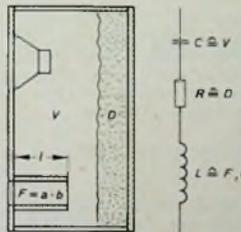

Bild 17. Baßreflexbox mit dem dazugehörigen Ersatzschaltbild
Diese Gehäuseform (Bild 17) ist häufig anzutreffen. Sie besteht aus einem Kasten mit den Innenmaßen A , B und C , an dessen Vorderseite der Tieftonlautsprecher angebracht ist. Eine zweite Öffnung mit der Fläche F befindet sich an anderer Stelle, meistens auch vorn.
Eine Baßreflexbox nach Bild 17 hat das Volumen $V = A \cdot B \cdot C = 0,4 \cdot 0,5 \cdot 1 = 200 \cdot 10^{-3} \text{ m}^3$. Die zweite Öffnung hat die Fläche $F = 0,05 \cdot 0,12 = 6 \cdot 10^{-3} \text{ m}^2$. Der Rohrstutzen ist $l = 0,2 \text{ m}$ lang. Die Eigenfrequenz (Helmholtz-Frequenz) beträgt nach Gl (34)